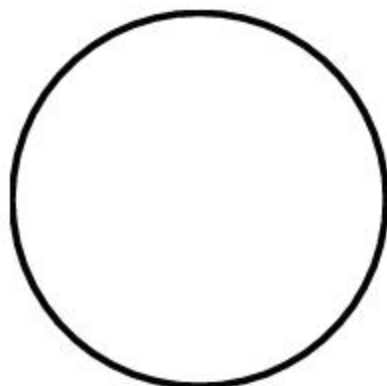

图3-151 绘制圆形
**03** 单击【绘图】面板中的【圆】按钮，捕捉任一点为圆心，绘制一个半径为300的圆，如图3-151所示。